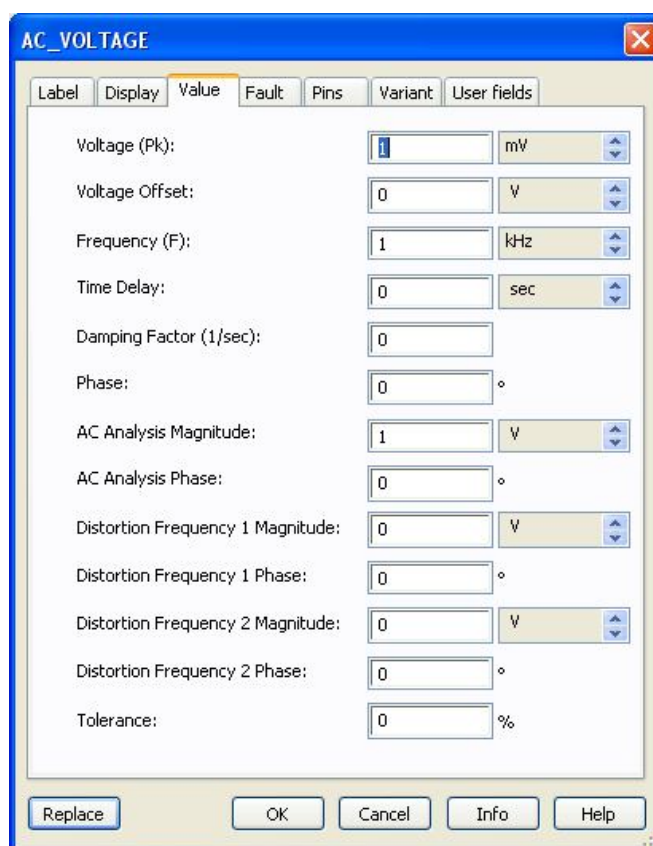

Рис. 3.3.4
2. Включить на входе схемы источник синусоидального сигнала (Компонент AC_VOLTAGE из Group: Sources, Family: SIGNAL_VOLTAGE_SOURCES). Установить атрибуты источника (рис. 3.3.4). Скопировать моделируемую цепь в отчет.